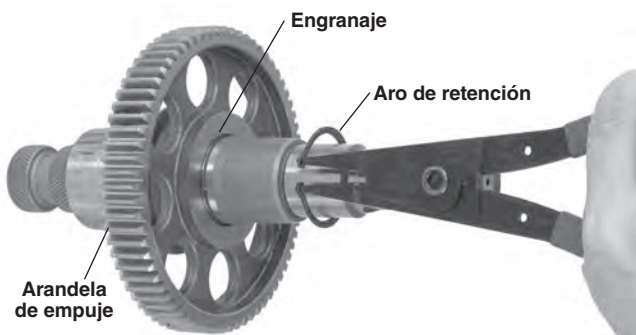

Figura 19 – Extracción del aro de retención
4. Extraiga el ensamble del eje de mando desde la parte trasera de la ranuradora a rodillos 975. Vea la Figura 19.
5. Extraiga el aro de retención del eje de mando y deslice el engranaje fuera del aparato (vea la Figura 19).